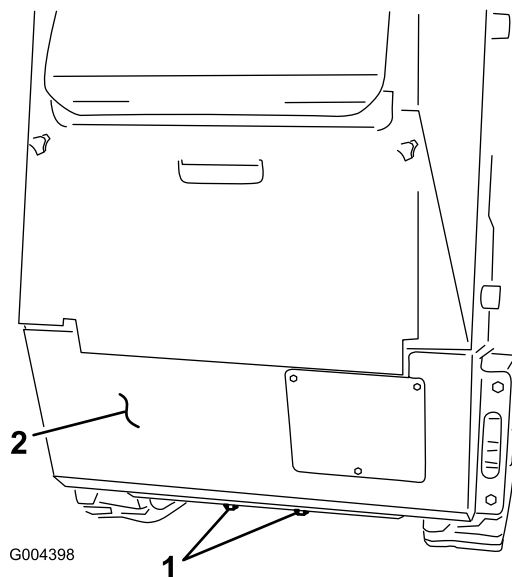

Figure 2
1. Contrôlez et serrez les 2 boulons inférieurs qui fixent le panneau inférieur arrière au cadre (Figure 2).